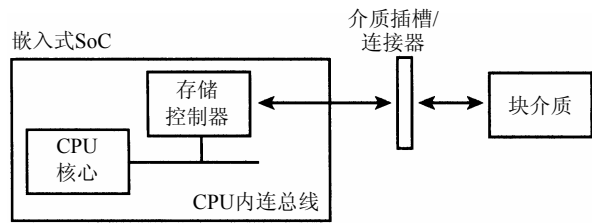

图14-3 嵌入式设备上的存储器
考虑图14-3中表示的嵌入式设备。SoC包含了一个内建的与块设备通信的存储控制器。其结构类似于SD/MMC介质，不同的是我们的存储控制器实例用表14-3所列的基本寄存器集描述。SECTOR_NUMBER_REGISTER寄存器规定了请求所要访问的起始数据扇区^①，SECTOR_COUNT_REGISTER寄存器存放了要传送的扇区数，数据经由DATA_REGISTER寄存器传输。COMMAND_REGISTER寄存器指定了存储控制器的操作（如从介质读或向介质写）。STATUS_REGISTER寄存器
① 我们的示例设备的存储介质采用扁平扇区空间布局，而IDE控制器是支持柱面磁头扇区（Cylinder Head Sector, CHS）布局的，它除了扇区号寄存器（sector number register）外，还由磁头寄存器（device head register）、低位柱面寄存器（low cylinder register）以及高位柱面寄存器（high cylinder register）一起指定。